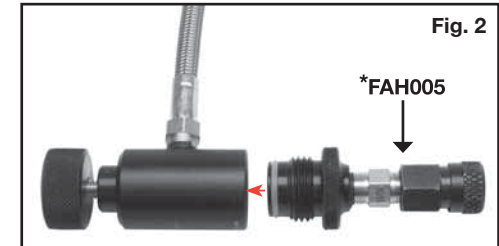

Fig. 2
- 1.1 Screw the *FAH005 ASA Adaptor in to the CO₂ fill station (Fig. 2) making certain all components are clean and dry. Tighten securely by hand only. Do NOT use tools to tighten.
1.1 Vissez l'adaptateur *FAH005 ASA dans la station de remplissage de CO₂ (Fig. 2) en s'assurant que tous les composants sont propres et secs. Serrez solidement à la main seulement. N'utilisez PAS d'outils pour serrer.
- 1.1 Atornille el adaptador ASA *FAH005 en la estación de llenado de CO₂ (Fig. 2) y asegúrese de que todos los componentes estén limpios y secos. Ajuste solo manualmente de forma segura. NO utilice herramientas para ajustar.